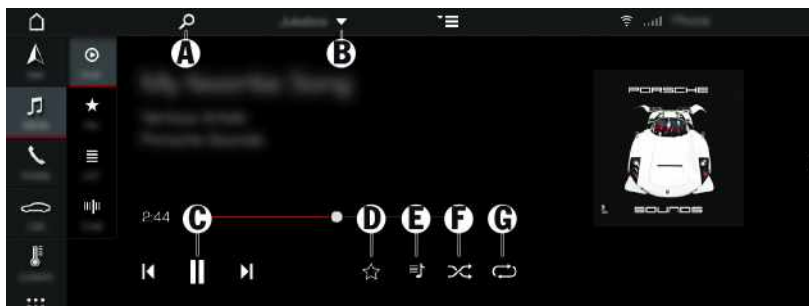

Fig. 198: Lecture de médias
- Activation de la lecture aléatoire :  (voir F (fig. 198))
- Répétition d'un titre :  (voir G (fig. 198))
- Affichage de la liste de lecture actuelle :  (voir E (fig. 198))